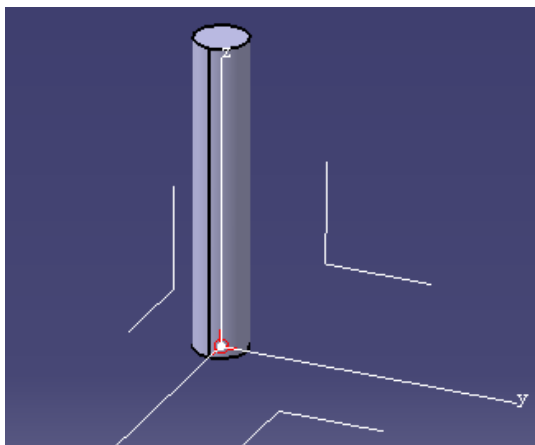

图 16-19
(2) 点击 Generate 键, 其效果见图 16-19。